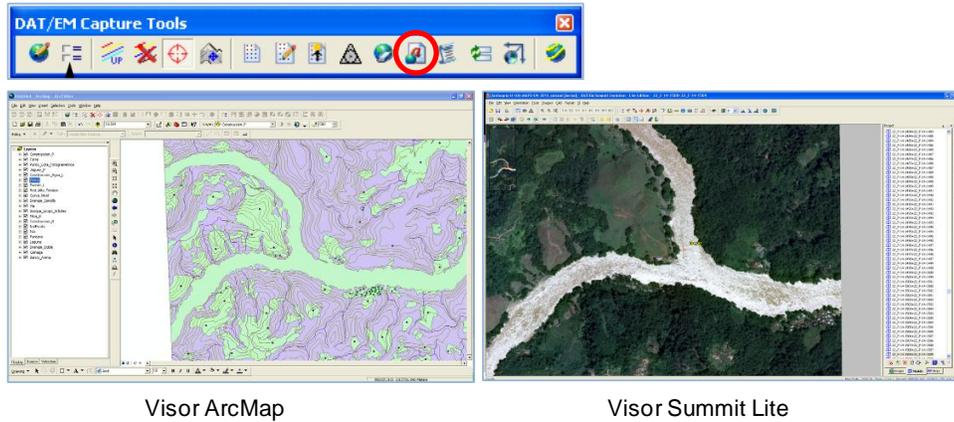

Figura 40. Visualización sectores
2. Seleccione el botón Drive Summit Evolution de la herramienta DAT/EM Capture Tools y declick en el área dentro del visor de ArcMap para que se visualice el mismo sector en el visor de DAT/EM Summit Evolution.(Ver Figura 40).